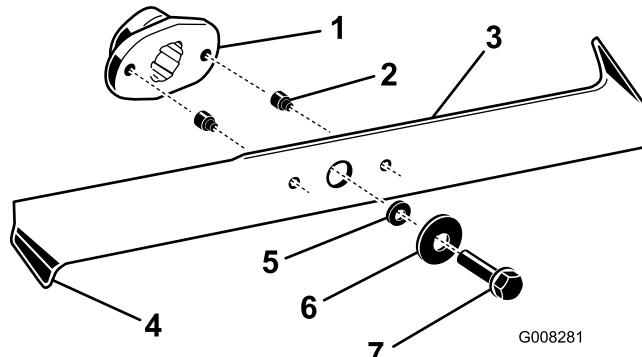

Bild 38
2. Untersuchen Sie die Schnittkanten (Bild 38). Bauen Sie die Schnittmesser aus und schärfen sie, wenn die Kanten nicht scharf sind oder Kerben aufweisen; siehe Schärfen der Messer“.
3. Prüfen Sie die Schnittmesser, insbesondere die gebogenen Kanten (Bild 38). Montieren Sie neue
4. Ersetzen Sie die Scherbolzen sofort, wenn Sie gebrochen sind (Bild 38).
3. Entfernen Sie die Messerschrauben, Scheiben und Messer (Bild 38). Sie können einen Holzklotz zwischen das Schnittmesser und das Mähwerk keilen, um das Schnittmesser beim Entfernen der Schraube zu blockieren.
1. Montieren Sie die Schnittmesser, Scheiben und Messerschrauben (Bild 38).